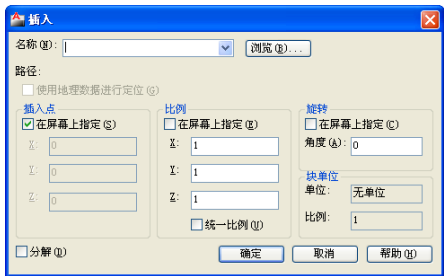

图 4-15 【插入】对话框
- 02 选择菜单【插入】|【块】命令，打开如图 4-15 所示的【插入】对话框。